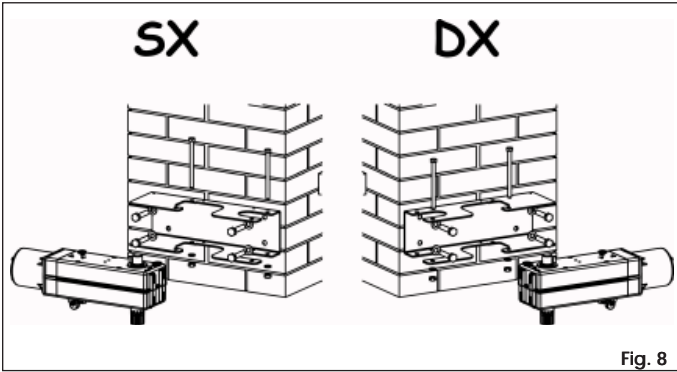

Fig. 8
- Bevestig de basisplaat aan de pilaar met de schroeven $\varnothing 10$ en bijpassende pluggen (Fig. 8), en controleer daarbij of hij perfect horizontaal is.
- Plaats de motorreductorgroep in de basisplaat en bevestig hem met de twee schroeven en bijbehorende moeren en elastische ringen (Fig. 8).